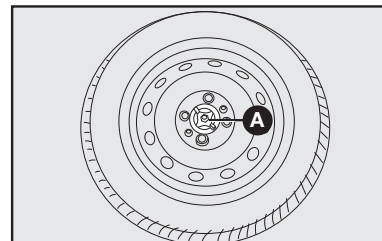

fig. 30
- Fixar a roda com o dispositivo de bloqueio A-fig. 30.